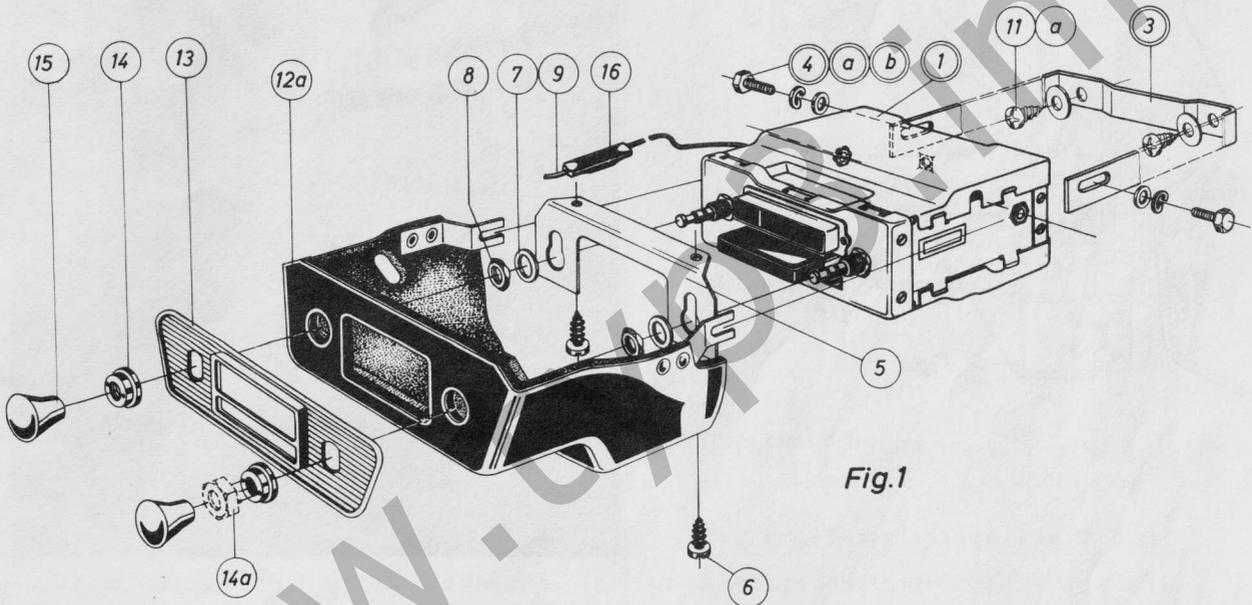

Fig.1
Am Empfänger die durch zwei Kreise gekennzeichneten Teile vor dem Einbau montieren, siehe Fig. 1. Für Geräte mit angeschraubtem Transistorteil siehe Fig. 2. Die durch einen Kreis gekennzeichneten Teile werden für den Einbau benötigt.
Mount components marked with double circled numbers in Fig. 1 to receiver before installation in car. For sets with transistor unit attached see Fig. 2. Components marked with single circled numbers are required for the actual installation.
- f) Den Bügel (3) vom Empfänger wieder abschrauben und mit den Linsenblechschrauben und Scheiben (11 und 11a) an der Spritzwand (4,2 mm Löcher) anschrauben.
- g) Empfänger in den Gerätehalter einsetzen und vorn mit den Abstandsbuchsen (7) und Sechskantmuttern (8) anschrauben (Fig. 1, 2 und 3).
- f) Remove the bracket (3) from receiver and secure with lens head self-tapping screws and washers (11 and 11a) to firewall (11/64" holes).
- g) Insert receiver in mounting bracket and fasten in front with spacers (7) and hex. nuts (8), (Figs. 1, 2 and 3).